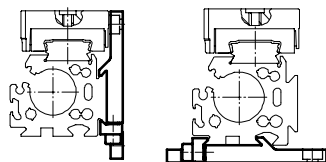

Fig. 12
2. Fixer les fixations pour profilé sur le DGC-... conformément à la Fig. 12.